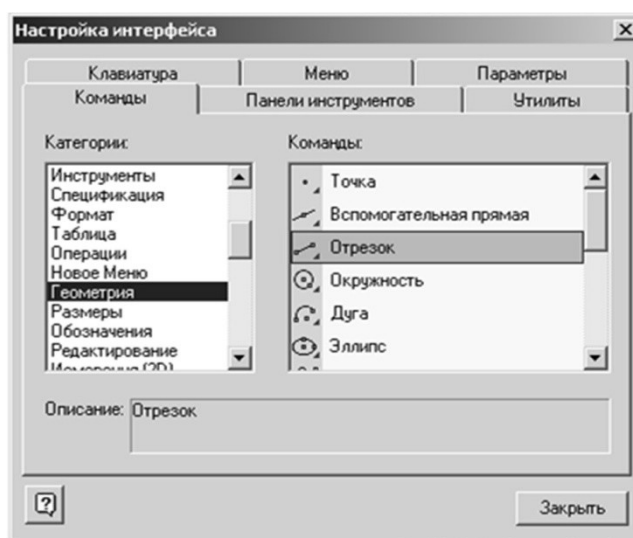

Рисунок 2.24- Выбор команды
6. Выберите команду Отрезок. Рядом с курсором появится изображение кнопки (рисунок 2.24).